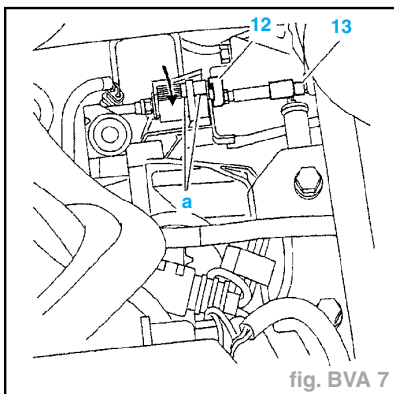

fig. BVA 7
- Accoupler la rotule (13) (fig. BVA 7).
- Reposer l'épingle (12).